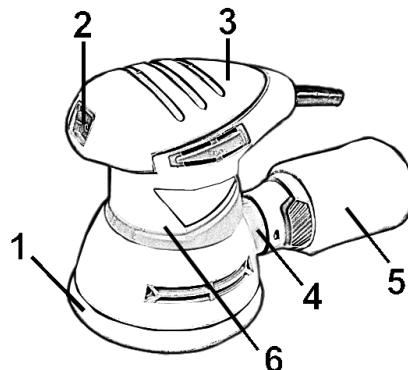

Рисунок 1
2.2.1 Виріб складається з наступних основних частин: пластикового корпусу з основною опорною рукойтою (3), в якому встановлений колекторний електродвигун, система пиловідведення, вимикач (2), шнур живлення з вилкою для підключення до електромережі, – згідно рис. 1. На валу двигуна встановлене лопатеве колесо витяжки пилу під час роботи виробу. Пил через патрубок (4) потрапляє в контейнер (5) або в пилосос. Шліфувальна платформа (1) приєднується до валу двигуна з можливістю вільного обертання незалежно від роботи двигуна через перехідну ексцентрикову опору з підшипником.